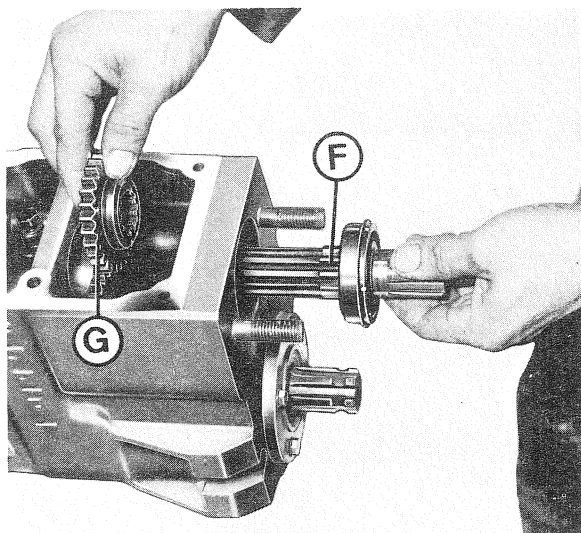
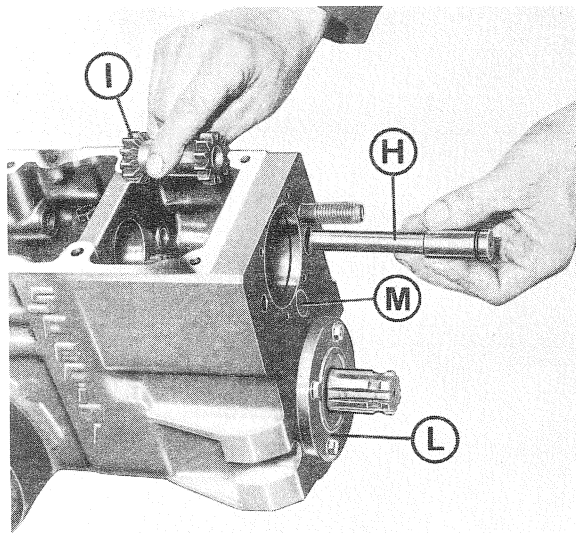
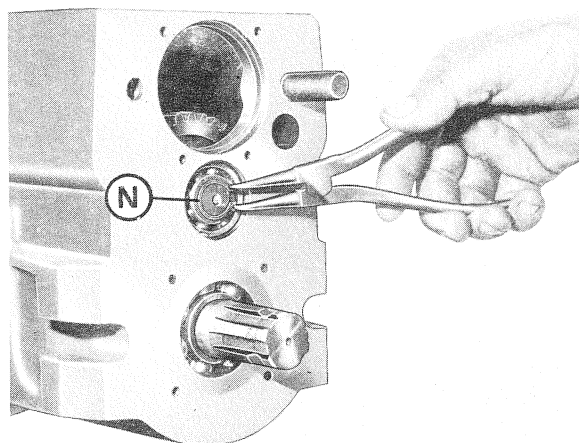
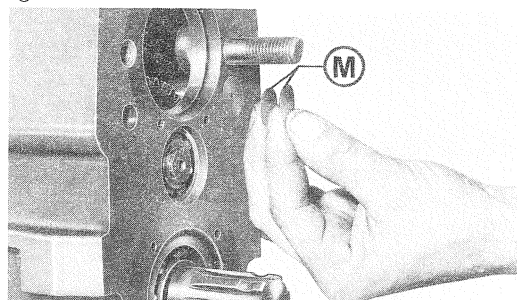

Fig. 12
Fig. 13
Fig. 14
Fig. 21
Per effettuare la revisione del gruppo cambio, occorre smontare anche il gruppo differenziale. Le uniche operazioni che si possono effettuare sul cambio senza il preventivo smontaggio del differenziale, interessano l'albero presa di forza superiore **F** (fig. 12) con relativo ingranaggio **G** (fig. 12) e l'alberino retromarcia **H** (fig. 13) col proprio ingranaggio doppio **I** (fig. 13).
- 3) Sfilare l'albero presa di forza superiore **F** ed estrarre dall'alto l'ingranaggio comando velocità **G** (vedi fig. 12).
- 4) Sfilare l'alberino retromarcia **H** ed estrarre dall'alto il relativo ingranaggio **I** (vedi fig. 13). Togliere il coperchio presa di forza inferiore **L** (fig. 13).
- 5) Rompere il coperchietto di alluminio **M** (fig. 13) ed estrarre il seeger **N** (fig. 14).
- All'operazione **n. 4** lasciare all'ingranaggio retromarcia **I** (fig. 13) un gioco di $0,2 \div 0,3$ mm. operando sull'alberino retromarcia **H** (fig. 13). Ad una eventuale rientranza dell'alberino rispetto alla superficie del carter, servirsi degli spessorini **M** (fig. 21).